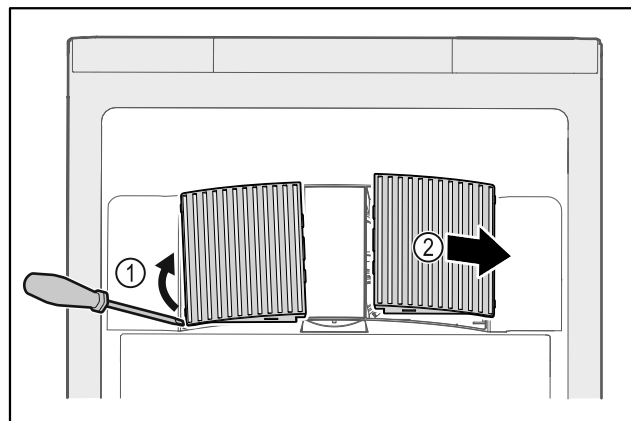

Fig. 199
- Lirk ut ventilatordekslene fra siden Fig. 199 (1), og ta dem ut forover Fig. 199 (2).